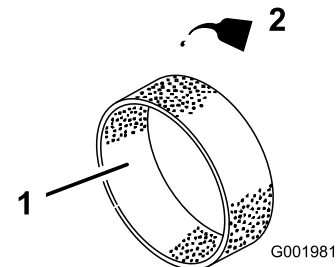

Figura 40
4. Ponga 30 – 59 ml (1 – 2 onzas fluidas) de aceite en el elemento (Figura 40).